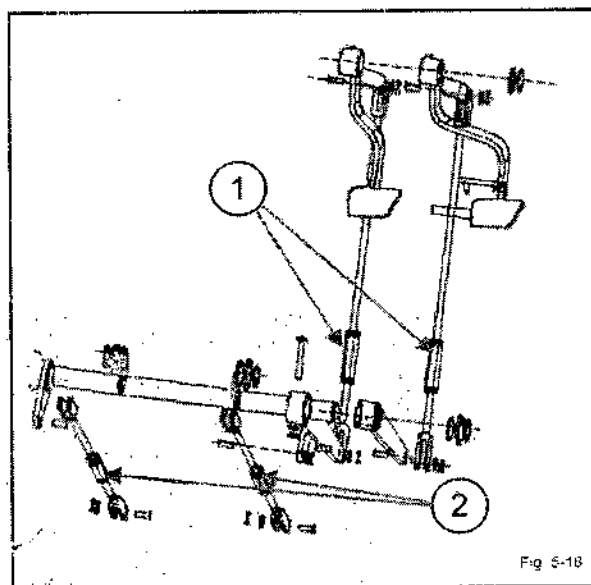

Fig. 5-18
4. Desapertar a porca de travamento ① (Fig.5-18). Lentamente, apertar o ajustador 2 (Fig.5-18) até não conseguir mais virar a roda com a mão.
5. Fazer uma marca de referência na porca do ajustador 2 (Fig.5-18) e no suporte, depois afrouxar o ajustador em uma volta, ou seja, até que seja possível rodar livremente a roda. A seguir, trave o ajustador em posição usando a porca de travamento ① (Fig. 5-18).
7. Repetir o mesmo procedimento para o outro lado (Fig. 5-18). Finalmente, conferir se a folga é a mesma em ambos os pedais e que os freios acionam no mesmo momento em ambos os lados.